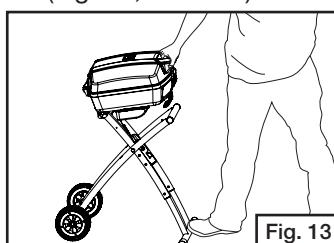

Fig. 13
- Continuez de tirer la poignée du couvercle vers vous jusqu'à ce que le support soit complètement déployé. (Fig. 13)